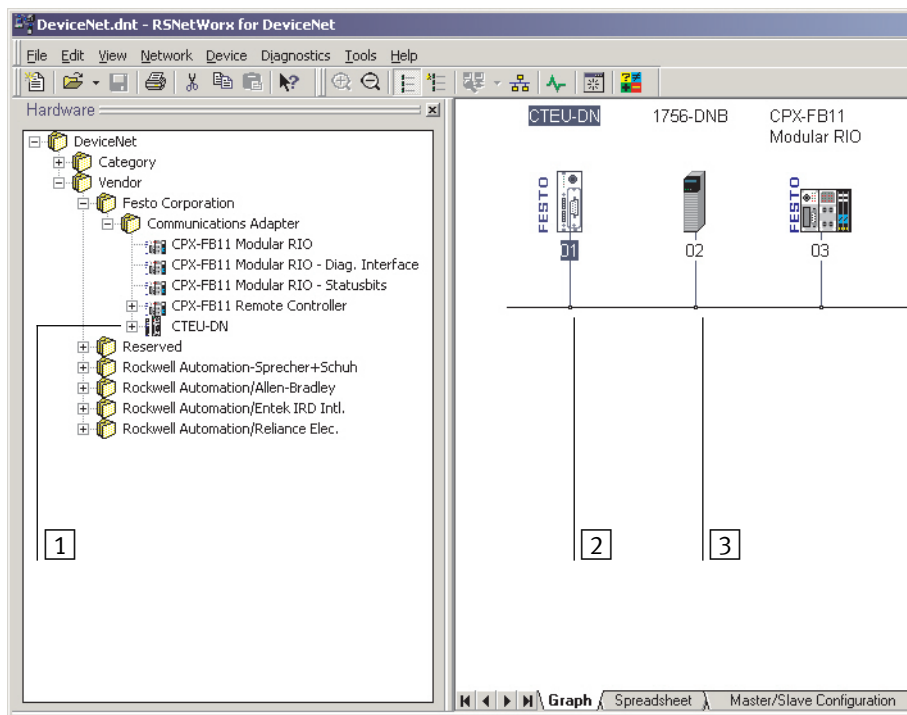

Fig. 4/1: Каталог оборудования и изображение сети в RSNetWorx для DeviceNet
После установки EDS-файла см. слайв-станцию CTEU-DN в каталоге оборудования пользовательского интерфейса (список “Оборудование”) → [1] на Fig. 4/1.
2. Перетащите слайв CTEU-DN мышью в изображение сети на правой стороне пользовательского интерфейса → [2] на Fig. 4/1.